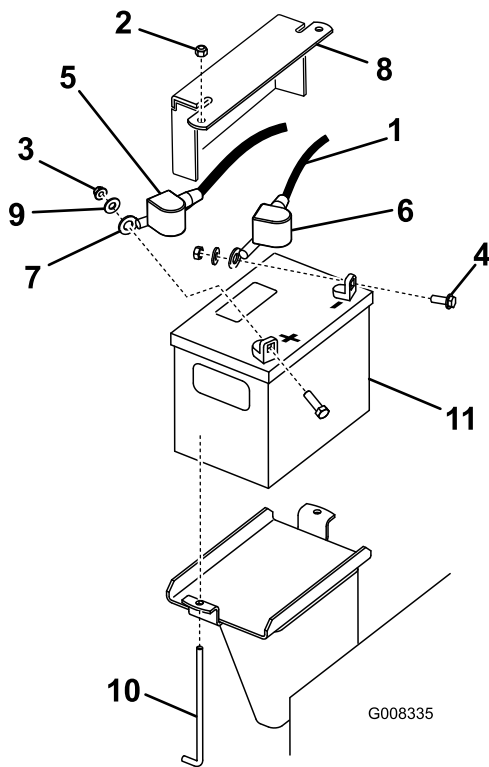

Рисунок 42
3. Снимите с отрицательного кабеля черный резиновый чехол. Отсоедините отрицательный кабель от отрицательной (-) клеммы аккумуляторной батареи (Рисунок 42).
и болтом (Рисунок 42). Наденьте на полюсный пттырь резиновый чехол.
4. Снимите с положительной клеммы аккумулятора красный чехол. Затем снимите положительный (красный) кабель (Рисунок 42).
5. Снимите прижим, крючковые болты и контргайки, которые крепят аккумуляторную батарею (Рисунок 42), а затем снимите аккумуляторную батарею.
1. Установите аккумуляторную батарею на машину (Рисунок 42).
3. Сначала установите положительный (красный) кабель на положительную (+) клемму аккумуляторной батареи и закрепите гайкой, шайбой и болтом (Рисунок 42). Наденьте на полюсный пттырь резиновый чехол.